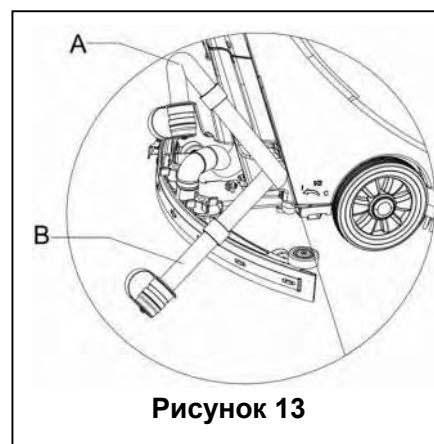

Рисунок 13
2. При использовании ручки швабры (14), приподнимите швабру.
4. Возьмитесь за руль (2) и осторожно наклоните устройство назад, чтобы направляющее колесо коснулось пола. (Для стыковки устройства см. процедуры остановки секции)
5. Отключите сливной шланг от фиксатора, согните верхнюю часть сливного шланга (как показано в **А, рисунок 13**), а затем откройте крышку сливного шланга, опустите сливной шланг на низкий уровень или на землю, для того, чтобы слить воду. Кроме того, сразу установите сливной шланг в низкой позиции или на земле, чтобы сделать спускающийся выход воды (как показано в **В, рисунок 13**), а затем откройте крышку отверстия для слива воды, для отвода сточной воды в резервуаре. После завершения слива, используйте чистую воду, чтобы очистить резервуар для грязной воды.